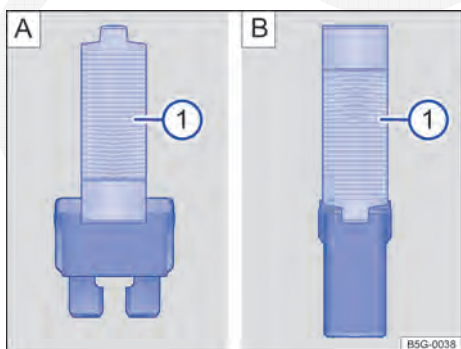

Fig. 306 Retirar ou colocar o fusível com o alicate de plástico:  fusível plano,  fusível de bloqueio.
- De acordo com a versão do fusível, colocar as garras adequadas do alicate plástico → Fig. 306   ou → Fig. 306   lateralmente no fusível.